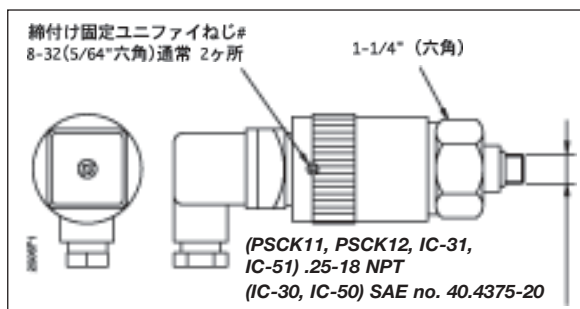

図1
1. 設定圧力を調整するには、まず調整スリーブの固定ねじを緩めます(図1参照)。六角形の本体をスパナで固定します。設定値を上げる場合は右に、下げる場合は左に、手で調整スリーブを廻してください。